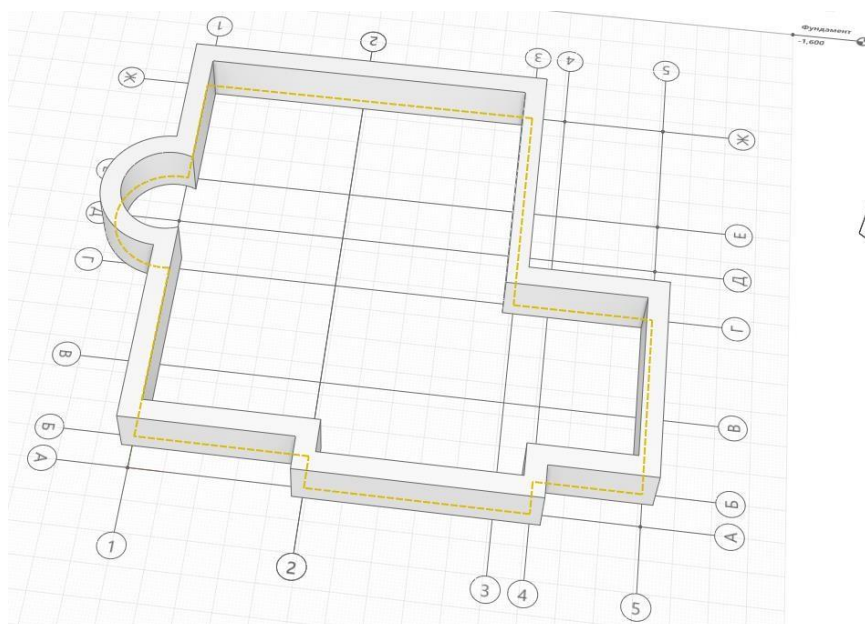

Рис. 3 Построение фундамента
4. Используя уже известные вам способы построения, разместите фундамент под несущими стенами (рис. 3)